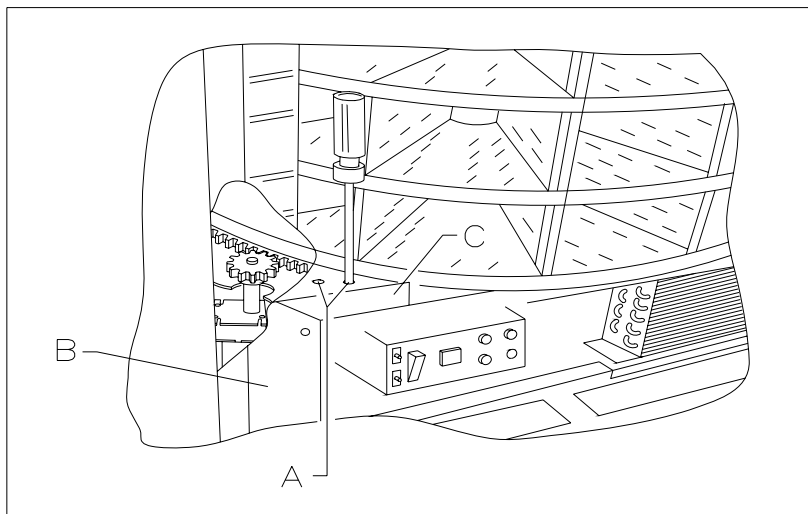

ABB. 16
2. Tür öffnen und den Haltebügel B ABB. 16 abnehmen.
3. Die Stopfen A ABB. 16 wegnehmen und die Schutzvorrichtung C ABB. 16 abschrauben.